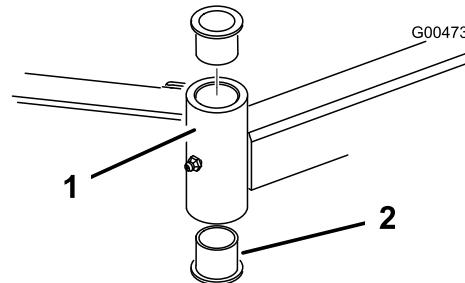

Figura 89
4. Inserite un punteruolo nella parte superiore o inferiore del tubo di fissaggio, e spingete la boccola fuori del tubo (Figura 89).